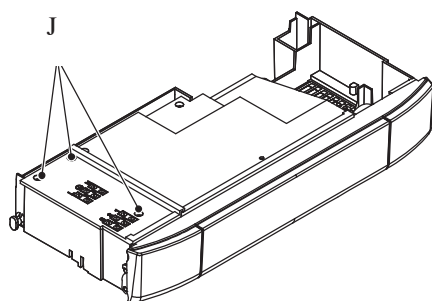

Fig. 5.7
4. Loosen the screws J and remove the service panel (Fig. 5.7).
4. Ослабьте винты J и снимите сервисную панель (рис.5.7).